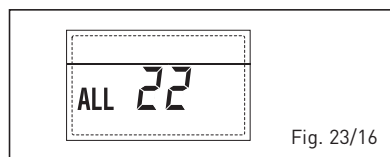

Fig. 23/16
– **ANOMALÍA FALLO DE LA Sonda DE IMPULSIÓN DE LA SEGUNDA ZONA MEZCLADA “AL 23”** (fig. 23/17)